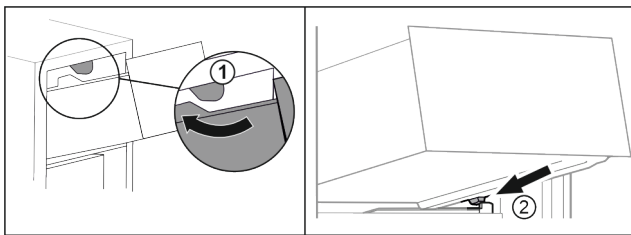

Fig. 90
- ▶ 将抽屉移动到上方止挡器附近。 Fig. 90 (1)
- ▶ 将抽屉斜放在容器肋梁上的下方止挡器后面。 Fig. 90 (2)